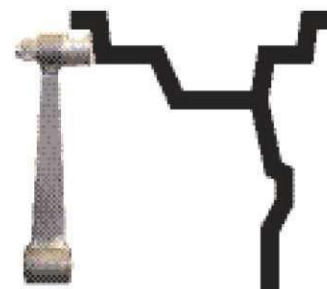

Рис. 10.1
11.2. Данная модель СБ снабжена устройством, позволяющим автоматически вводить диаметр колеса и дистанцию до колеса. Для этого необходимо, взяв за рукоятку, вытянуть из корпуса СБ штангу ввода параметров, подвести палец на конце рукоятки к месту установки корректирующих грузов на внутренней стороне диска (см. рис. 10.1) и удерживать штангу в этом положении до появления звукового сигнала, после чего
Примечание: На маркировке диска указывается диаметр по посадке резины. А с помощью выдвижной штанги вводится диаметр места установки груза, например, на (рис. 10.1) вводится диаметр места установки груза на пружинке, который больше диаметра по посадке резины примерно на 1 дюйм. Поэтому диаметр, введенный выдвижной штангой будет отличаться от диаметра на маркировке диска и шины.